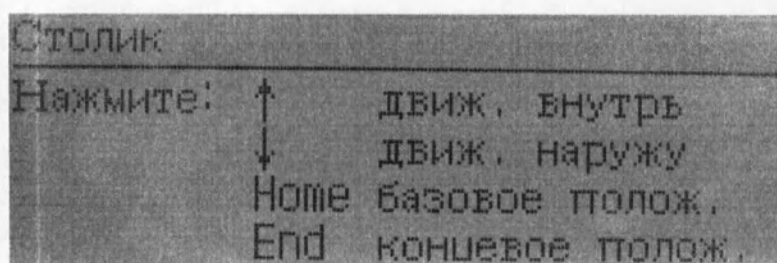

Рис. 43
2. Выберите «Столик», нажмите кнопку «START», откроется окно извлечения тестового стола. Рис. 43